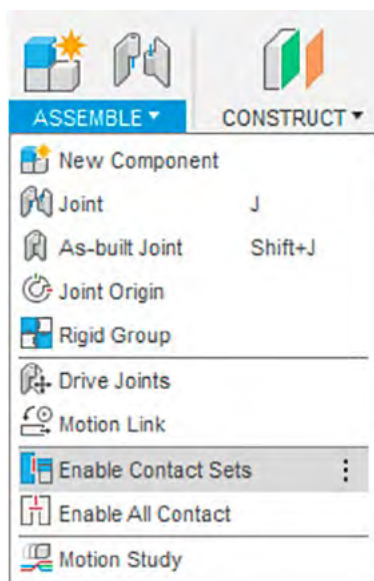

Рис. 18. Установка контактов
11. Крышка перемещается по пазу корпуса, но не чувствует границ корпуса и может проходить сквозь стенки. Ограничьте движение крышки. В меню ASSEMBLE выберите функции ENABLE CONTACT SET (установить набор контактов) (рис. 18).